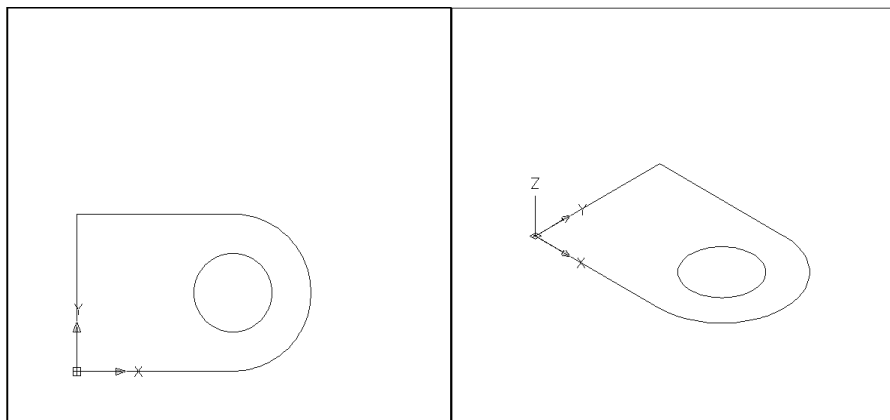

Рис. 11.8
6. Вибираємо команду `CIRCLE` і за допомогою об'єктної прив'язки вказуємо центр дуги як центр кола. У відповідь на запропонований за умовчанням підказ задаємо радіус, що дорівнює 37,5. Отриманий при цьому результат, наведений на рис. 11.8.